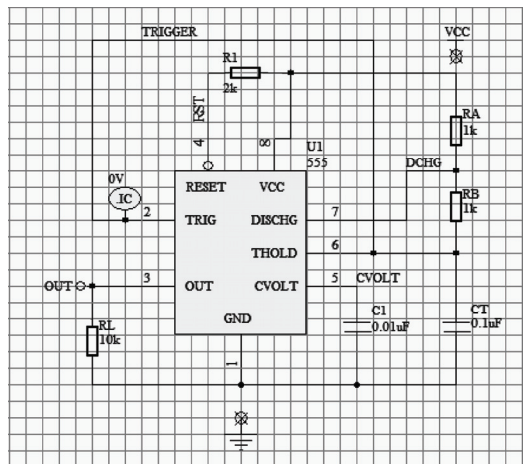

图 3-101 错误标记
- 4) 系统在发生错误的位置放置红色的符号，提示错误的位置，如图 3-101 所示。